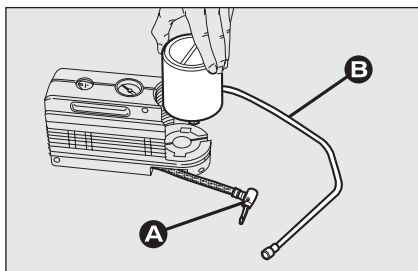

fig. 9
- ☐ disinserire l'innesto A-fig. 9;